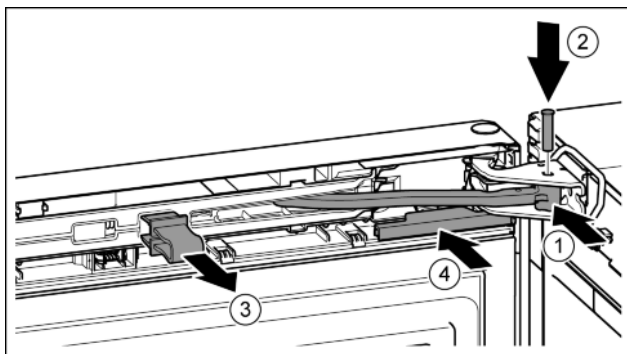

Fig. 25
- ▶ Завъртете шарнира в лагерната стойка. Fig. 25 (1)
- ▶ Поставете болта в лагерната стойка и шарнира. При това обърнете внимание на това, фиксиращата гърбица да е легнала правилно в жлеба. Fig. 25 (2)
- ▶ Свалете предпазителя. Fig. 25 (3)
- ▶ Нахлузете капачката. Fig. 25 (4)